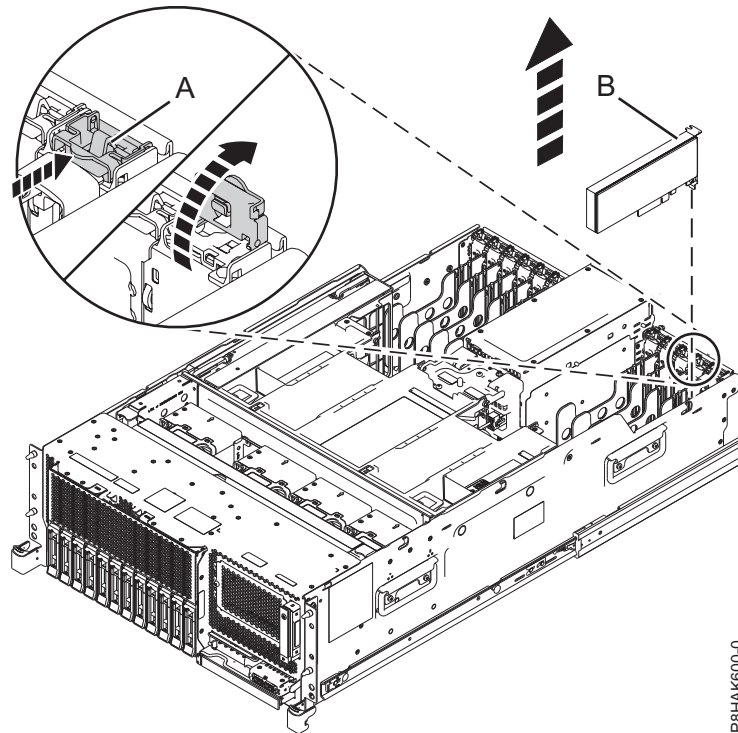
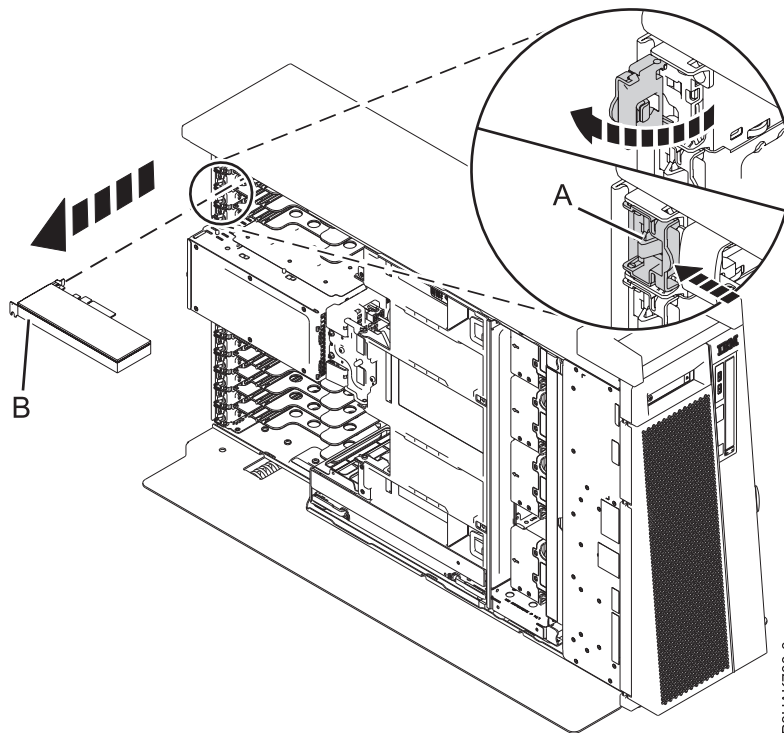

Abbildung 36. PCIe-Adapter aus einem Einschubsystem ausbauen
Abbildung 37. PCIe-Adapter aus einem eigenständiges System vom Typ 8286-41A ausbauen
2. Um die Adaptersicherung **(A)** am Zielsteckplatz in die geöffnete Position zu bringen, drehen Sie die Verriegelung **(A)** an der Systemrückseite in die abgebildete Richtung in Abb. 36 auf Seite 43 und Abb. 37 auf Seite 43.
5. Fassen Sie den Adapter **(B)** vorsichtig an der oberen Kante oder am oberen Haltesteg und entfernen Sie ihn aus dem Steckplatz - siehe Darstellung in Abb. 36 auf Seite 43 und Abb. 37 auf Seite 43.